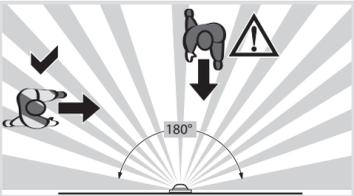

Figura 6: direcção de movimento e detecção
- Ter em atenção o sentido do movimento: a distinção é feita entre „movimento frontal“ e „movimento transversal“. Movimentos transversais ao detector de movimento podem ser detectados de melhor forma que os movimentos na direcção do detector de movimento (figura 6).